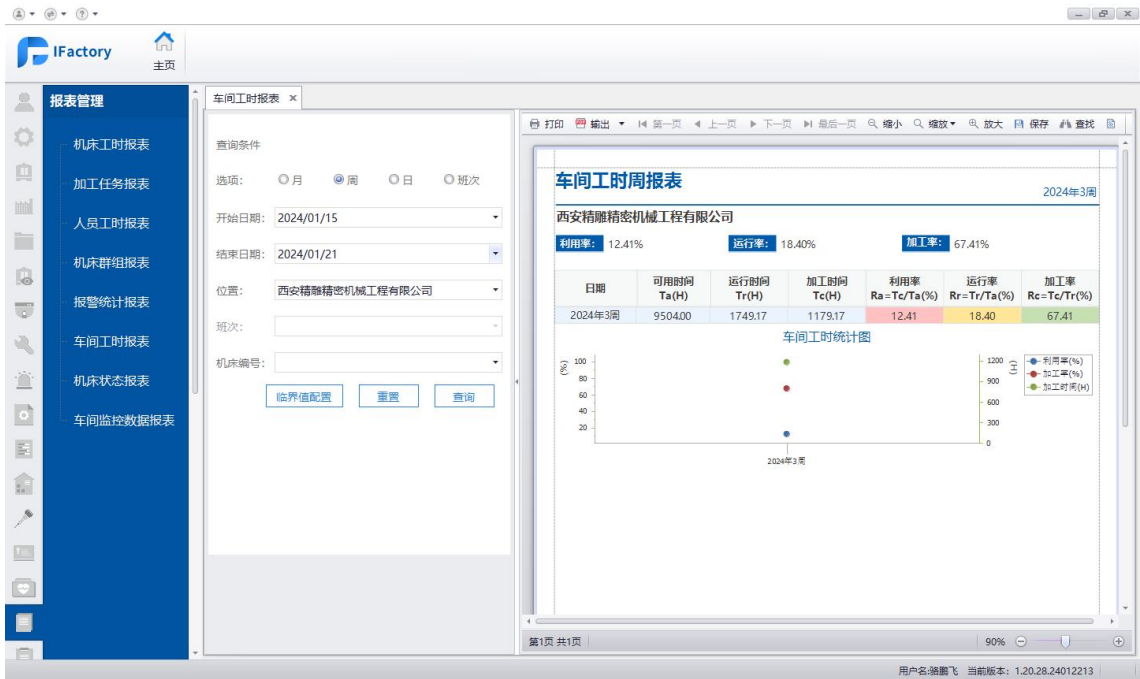

图 2-17-6-1 车间工时报表界面
1. 车间工时报表提供四个时间维度选项：月、周、日、班次，用户同时可以按照具体位置、具体班次、机床编号进行查询操作，如图 2-17-6-1 所示。车间工时提供临界值配置入口，对量级率进行配置，并对其配置范围应用不同颜色区分，临界值配置对于报表管理中的其他报表都生效。用户首先选择目标时间、目标位置与机床，选择“查询”，即可展示所查询车间工时报表列表。